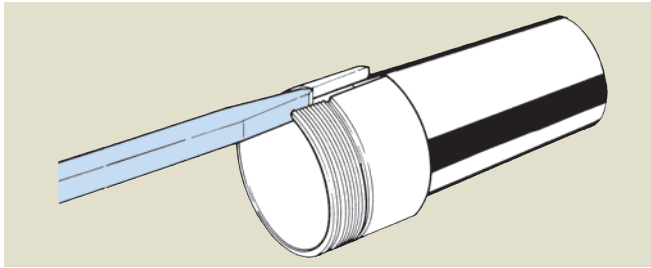

図4
- (1) 軸にアダプタをはめるとき、アダプタスリーブの切割部を適当なくさび治具で広げると軸へ容易にはめることができます (図4参照)。